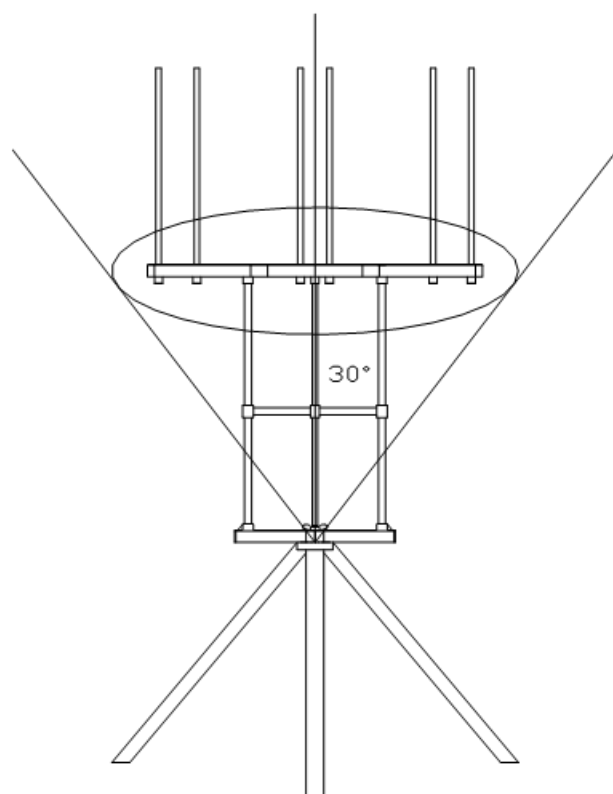

图 8 发射角度要求删掉
(1) 飞行试验前，参赛队成员领取模型箱并签字确认；在检录区核验参赛飞机，合格后方可入场参赛。
(2) 组委会将比赛专用发动机在飞行场地由专人现场分发给参赛队，参赛选手进行飞行前准备。发射时应先向裁判员申请（报告裁判，申请发射），裁判员同意后并倒计时方可发射（可自行倒计时），倒计时口令为“5、4、3、2、1、发射”，（加：由裁判员发出飞行指令后）方能进行飞行。发射角度与垂直方向夹角 30° 以内，且逆风发射。（见附件 4 图 8）。